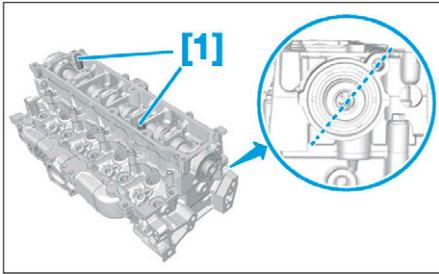

FIG. 90
- Placer l'encoche de la poulie d'arbre à cames vers le haut (Fig.90).